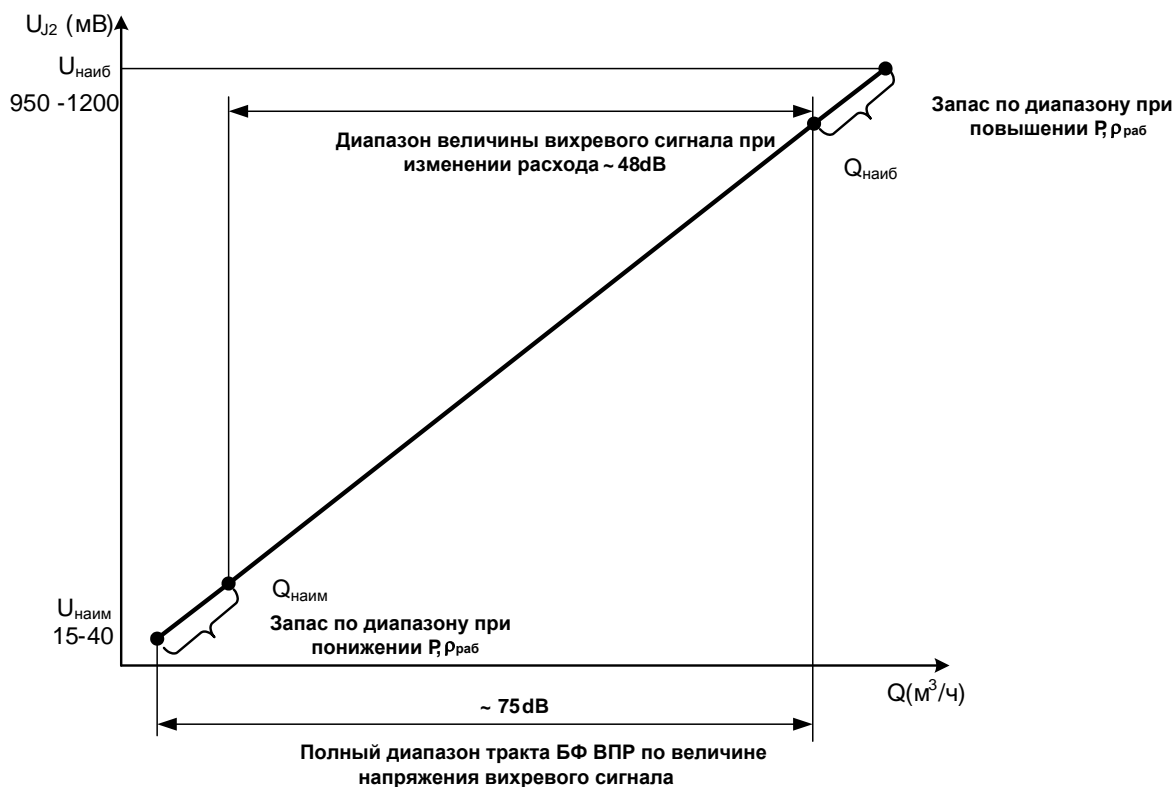

Рис. 1 - Диапазона тракта блока фильтров ВПР.
5.6.4 Полностью возможности ВПР по обеспечению максимального диапазона преобразования сигнала расхода могут быть реализованы только при правильном положении диапазона тракта блока фильтров (БФ) ВПР по отношению к реальным эксплуатационным изменениям величины вихревого сигнала и правильной установки порога компрессора БФ (см. рис.1). Это достигается путем установки коэффициента усиления тракта (K_0) и порога компрессора БФ ВПР в соответствии с рабочими условиями (плотность и давление измеряемой среды) при проведении пусконаладочных работ.